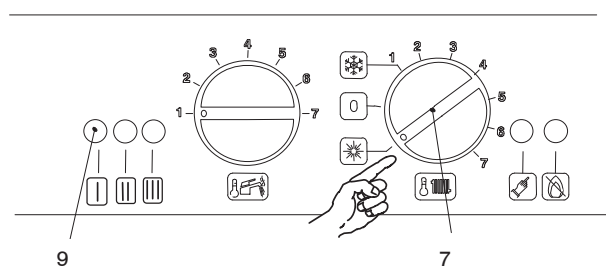

Fig. 2-5
- 4 If d.h.w. supply only is required, position the function switch 7 as in Fig. 2-5. The appliance operation light 9 will flash every 2 seconds (operating boiler).
- 4 Если требуется только приготовление горячей воды, положение переключателя 7 должно быть как на рис. 2.5. Световой индикатор 9 будет моргать каждые 2 секунды (котел работает).